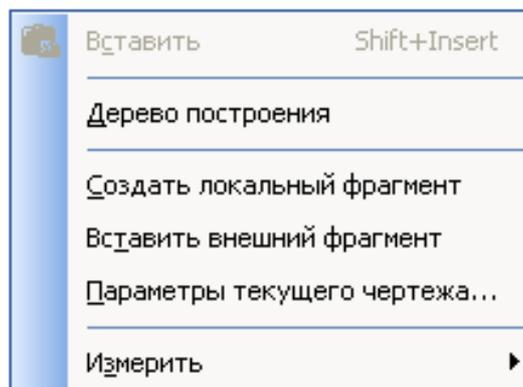

Рис. 1.12. Диалоговое окно **Параметры**.
- 1) на рабочем поле чертежа щелкните правой кнопкой мыши и из появившегося меню (рис. 1.12) выберите пункт **Параметры текущего чертежа**;